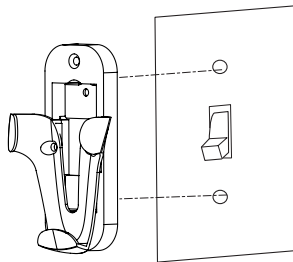

Figura 9a
2. Oriente el portacontrol como se muestra en la Figura 9a y coloque en alineamiento los dos agujeros internos de montaje con los agujeros en el interruptor. Inserte los tornillos pero no los apriete demasiado.